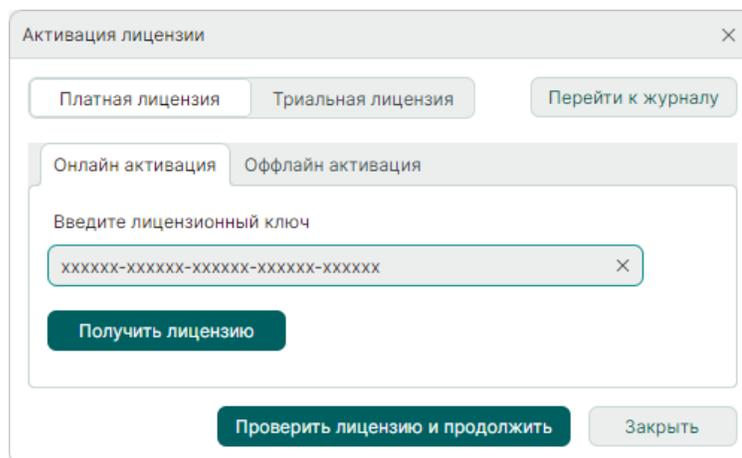

Рис. 14 Окно «Активация лицензии»
1. В окне «Активация лицензии» введите лицензионный ключ, см. Рис. 14.